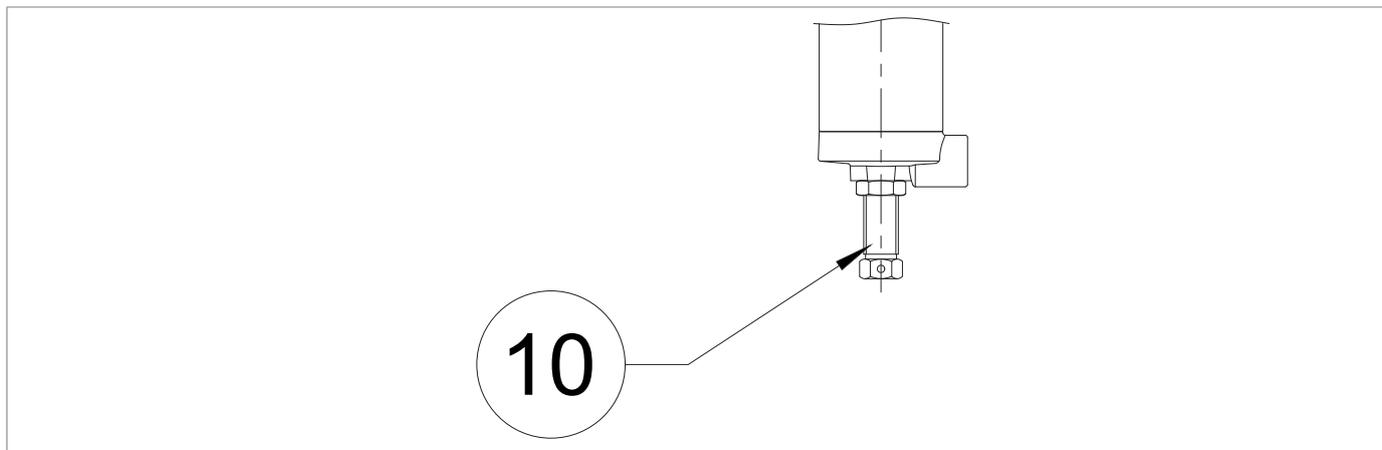

Рис. 8.30. Пилоты серии 200/A
2	Полностью открутите крепежную гайку и регулировочный винт (Рис. 8.30) пилотов (3, 11), чтобы ослабить пружину.
3	Полностью сожмите управляющую пружину (3), повернув регулировочный винт (Рис. 8.30) по часовой стрелке.
4	Полностью ослабьте управляющую пружину (11), повернув регулировочный винт (Рис. 8.30) против часовой стрелки.
7	Поворачивайте регулировочный винт (Рис. 8.30) пилота (3) против часовой стрелки, чтобы ослабить регулировочную пружину, пока не будет достигнуто заданное значение давления на выходе.
13	Вставьте и закрепите регулировочные винты с помощью крепежных гаек (Рис. 8.30) пилотов (3, 11).
4	Полностью ослабьте управляющую пружину (10), повернув регулировочный винт (Рис. 8.30) против часовой стрелки.
7	Медленно повышайте давление на выходе, поворачивая регулировочный винт (Рис. 8.30) пилота монитора (10) по часовой стрелке до достижения значения давления срабатывания дроссельного клапана М/А (11). ВАЖНАЯ ИНФОРМАЦИЯ! Проверить давление с помощью манометра на входе (5).
9	<p>Поверните регулировочный винт (Рис. 8.30) пилота монитора (10) против часовой стрелки, чтобы уменьшить значение давления на выходе до выбранного рабочего значения монитора.</p> <p>! ВАЖНАЯ ИНФОРМАЦИЯ!</p> <ul style="list-style-type: none"> • Убедитесь, что дроссельный клапан М/А (11) прервал сброс газа. • Проверить давление с помощью манометра на входе (5).
10	<p>Поворачивайте регулировочный винт (Рис. 8.30) пилота (3) против часовой стрелки, чтобы ослабить регулировочную пружину, пока не будет достигнуто заданное значение давления на выходе.</p> <p>! ВАЖНАЯ ИНФОРМАЦИЯ!</p> <p>Проверить давление с помощью манометра на входе (5).</p>
16	Вставьте и зафиксируйте регулировочные винты (Рис. 8.30) с крепежными гайками пилотов (3, 10) и дроссельной заслонки М/А (11).
2	Полностью открутите крепежную гайку (Рис. 8.30) пилотного винта (3).
3	Полностью ослабьте управляющую пружину (3), повернув регулировочный винт (Рис. 8.30) против часовой стрелки.